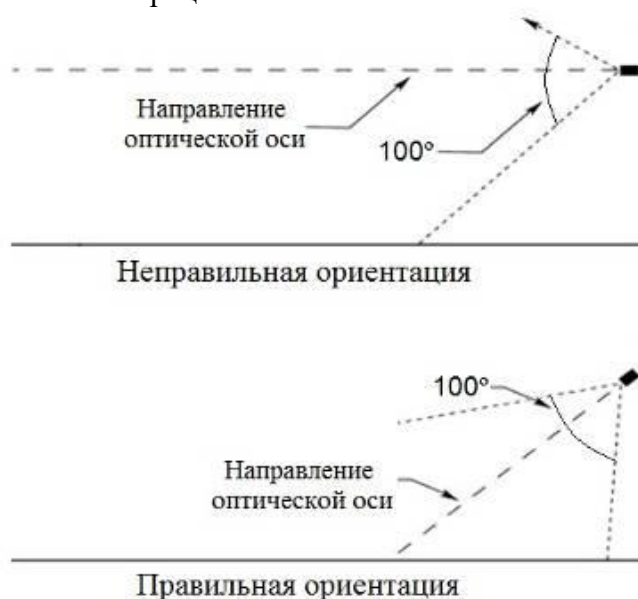

Рис. 3 – Установка извещателя по отношению к горизонту
- Извещатель должен быть нацелен на объект по нисходящей под углом к горизонту, по крайней мере, 10 - 20 градусов (см. рис. 3). Такая установка предотвращает скопление влаги на оптической части извещателя.